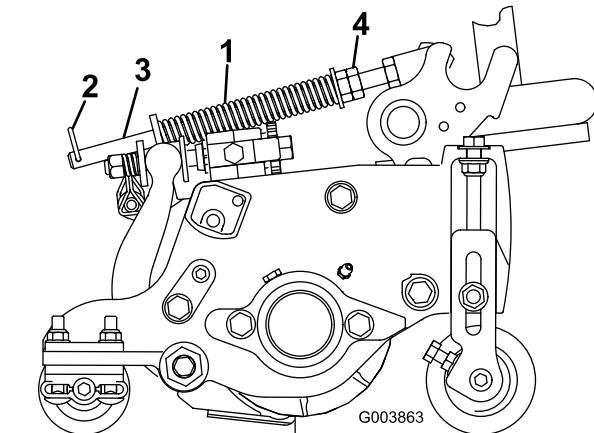

Рисунок 90
Пружина компенсации состояния грунта переносит вес с переднего на задний каток (Рисунок 90). Это препятствует образованию на грунте волнообразных неровностей (так называемых «волн» или «трясок»).
- Убедитесь, что игольчатый шплинт вставлен в заднее отверстие штока пружины (Рисунок 90).
- Затяните шестигранные гайки в передней части штока пружины так, чтобы сжатая длина пружины стала равна 12,7 см на машине с 5-дюймовыми режущими блоками или 15,9 см на машине с 7-дюймовыми режущими блоками (Рисунок 90).